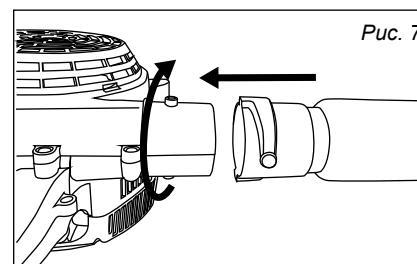

Рис. 7
- Установите патрубок **В1** (рис. 7).